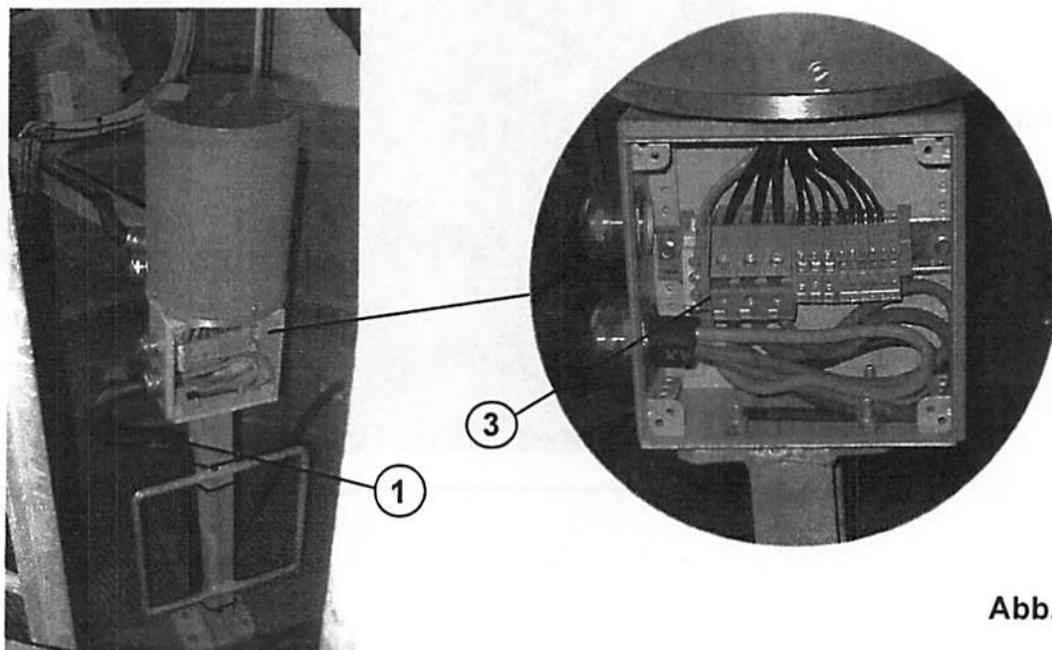

Abb. 2.1.2
Das Standardkabel (1) an die Klemmen L1, L2 und L3 anschließen, und die Erdungsklemme (gelb/grün) (3) in dem Kasten des Schleifrings (Abb. 2.1.2).